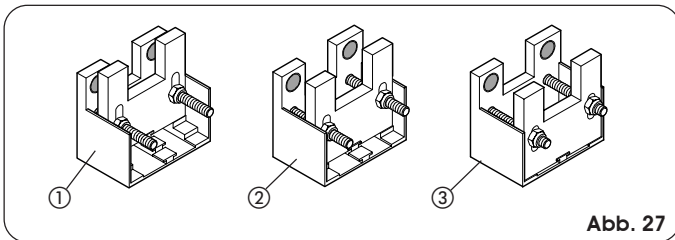

Abb. 27
- 1) Verzinkte Zahnstange 30x6 Modul 4 (Abb. 27 Bez. ①)
- 2) Verzinkte Zahnstange 30x12 Modul 4 (Abb. 27 Bez. ②)
- 3) Zahnstange aus verstärktem Nylon 30x20 Modul 4 (Abb. 27 Bez. ③)